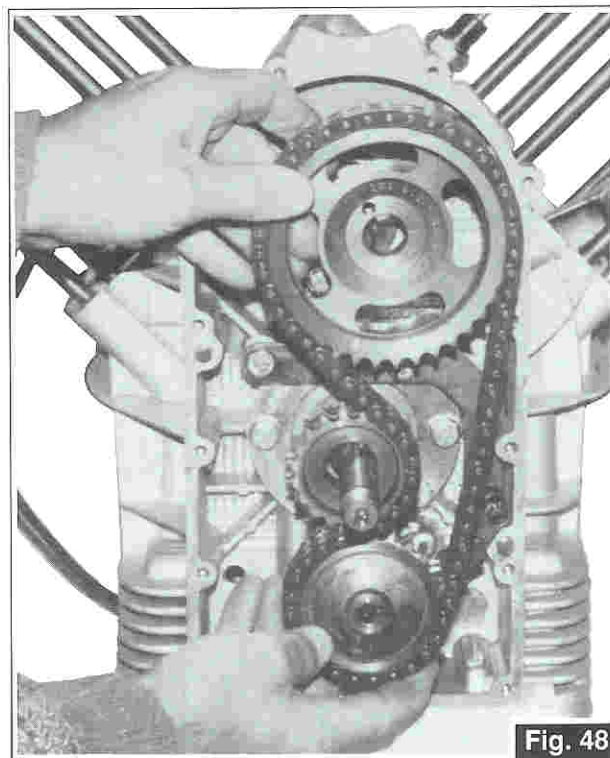

Fig. 48
- Dopo aver svitato il dado di tenuta dell'ingranaggio comando pompa olio, estrarre la terna di ingranaggi unitamente alla catena (Fig. 48).
- After unscrewing the nut holding oil pump drive gear, extract the three gears along with the chain (Fig. 48).